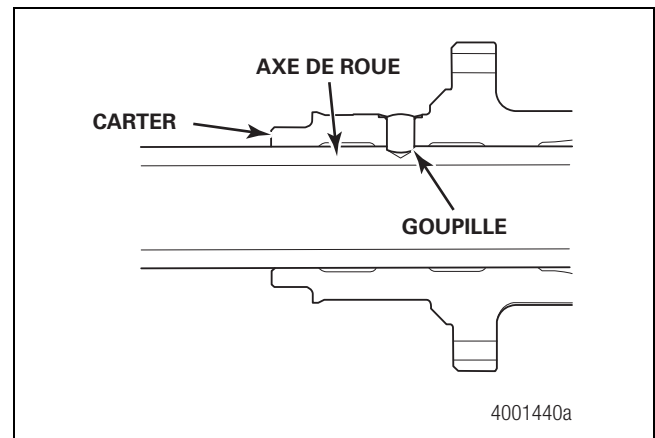

Figure 5.19
10. Installer une goupille dans le carter de pont et l'axe de roue. Figure 5.19.